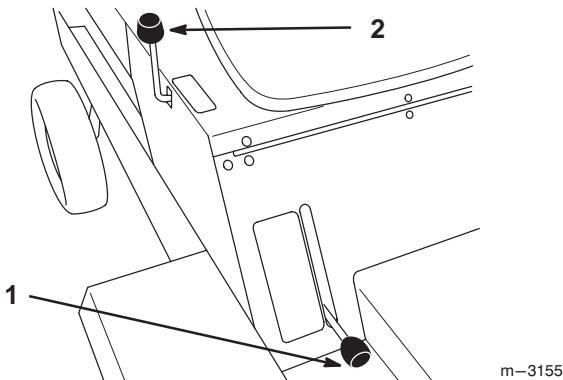

Figure 8
Ce mécanisme (Fig. 8) permet de relever et d'abaisser les accessoires.
2. Tirez le levier de commande (Fig. 8) en arrière pour éléver l'accessoire à la hauteur requise.
2. Poussez le levier de commande (Fig. 8) vers l'avant pour abaisser l'accessoire.